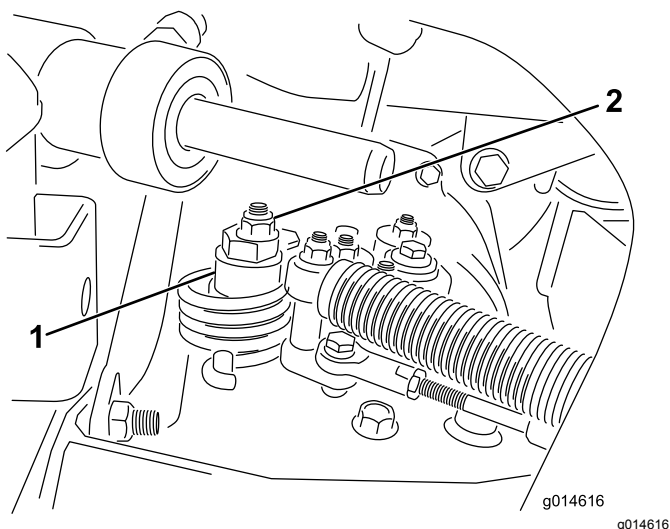

Figura 31
- A. Liberte a porca que fixa o disco excêntrico ao cima do hidróstato (Figura 31).
- C. Rode o disco excêntrico até eliminar a deslocação em qualquer um dos sentidos. Quando a roda deixar de rodar, aperte a porca, bloqueando deste modo o disco excêntrico e fixando a posição de ajuste (Figura 31). Verifique se o ajuste é o adequado colocando o acelerador nas posições LENTO e RÁPIDO.